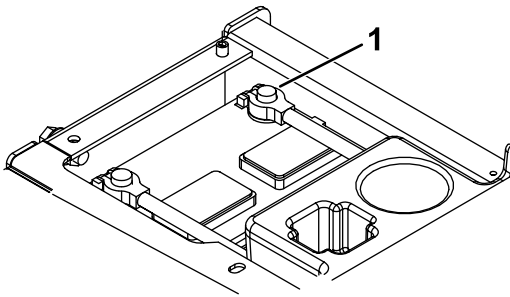

Figura 8
11. Retire y deseche el perno de la abrazadera del cable negativo (-) existente de la batería (Figura 8)